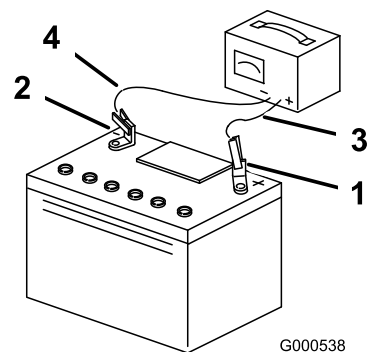

Figura 45
4. Quando la batteria è completamente carica, staccate il caricabatterie dalla presa elettrica e scollegate i cavi di ricarica dai poli della batteria (Figura 45).